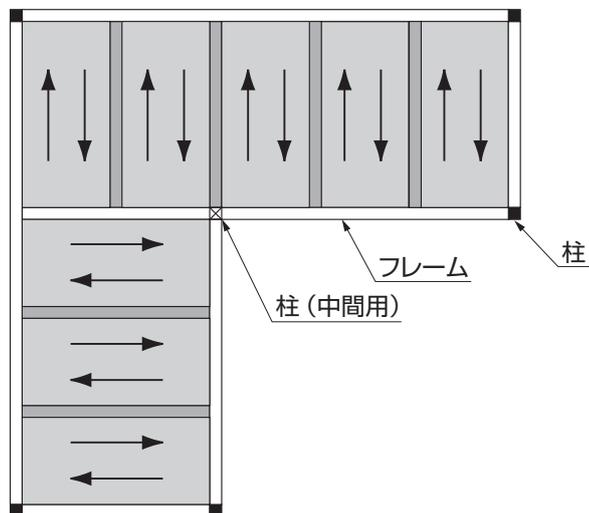

図1-21
- 図のような屋根勾配方向の組合わせにしてください。(図1-21参照)
(2) 躯体付け施工 (特殊施工) ※シングルのみです。